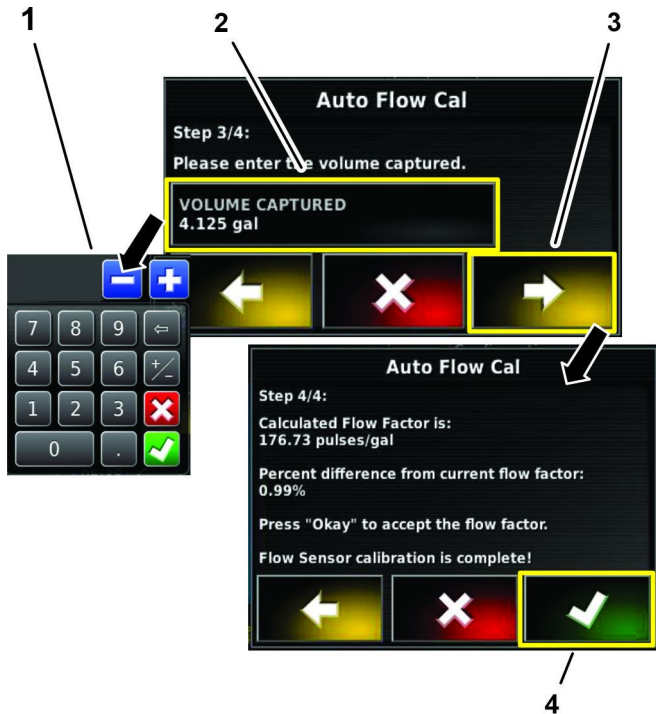

Figura 173
- 1. En el paso 3 de 4 del asistente de calibración de caudal automático, pulse el icono VOLUMEN CAPTURADO, introduzca el volumen de fluido que convirtió en el paso 4 de Cálculo del volumen de fumigación de 60 segundos (página 71) con el teclado en pantalla, y pulse el icono Confirmar (Figura 173).
- 2. Pulse el icono de siguiente (Figura 173).
- 3. En el paso 4 de 4 del asistente de calibración de caudal automático, pulse el icono Confirmar (Figura 173).